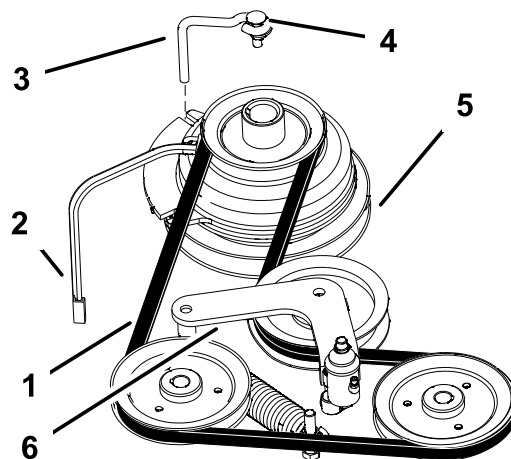

Figura 51
2. Togliete il bullone dal fermo della frizione e scollegate il cavo elettrico della frizione (Figura 51).
4. Togliete la cinghia di trazione dalle pulegge del motore e della pompa idraulica (Figura 51).
5. Montate la nuova cinghia attorno alle pulegge del motore e della pompa idraulica (Figura 51).
7. Rilasciate la pressione del tendicinghia a molla (Figura 51).